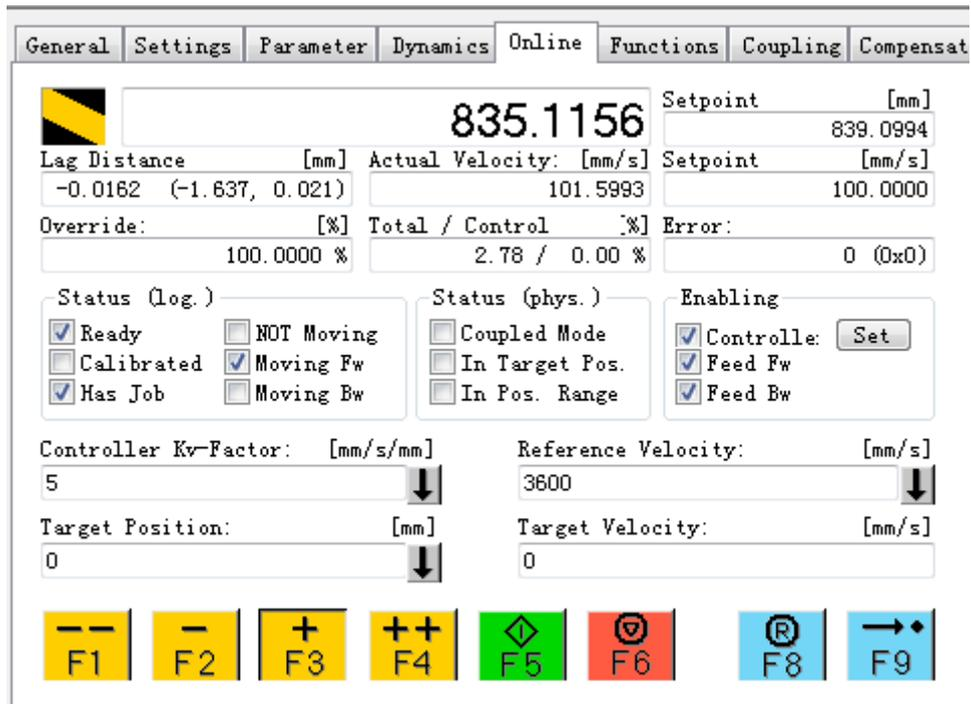

图 3-11
11、以上就是关于 EL7041 模块的参数设置，完成以上设置即可激活配置，采用 Online 选项卡进行调试（如图 3-11）。